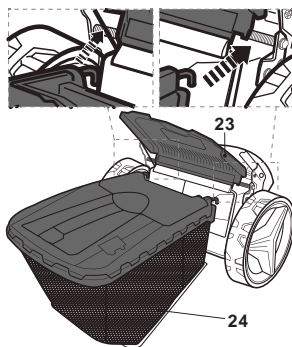

Fig. 6
Ouvrir le déflecteur arrière (23), le maintenir en position et retirer l'insert de paillage (32), puis aligner les crochets du collecteur d'herbe (24) sur les axes pour y accrocher le collecteur (Fig. 6).
**REMARQUE :** avant d'accrocher le collecteur, vérifier si l'insert de paillage (22) est installé sur la sortie. Retirer l'insert de la sortie avant d'accrocher le collecteur d'herbe.